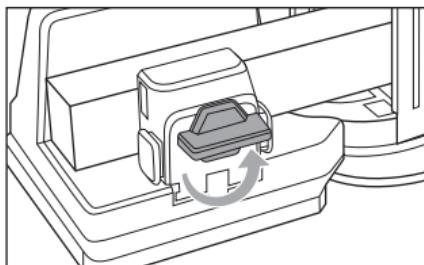

Fig. 8
- ◆ Ruotare il pulsante di blocco **5** in senso antiorario per allentare il pezzo di legno (vedere fig. 8).